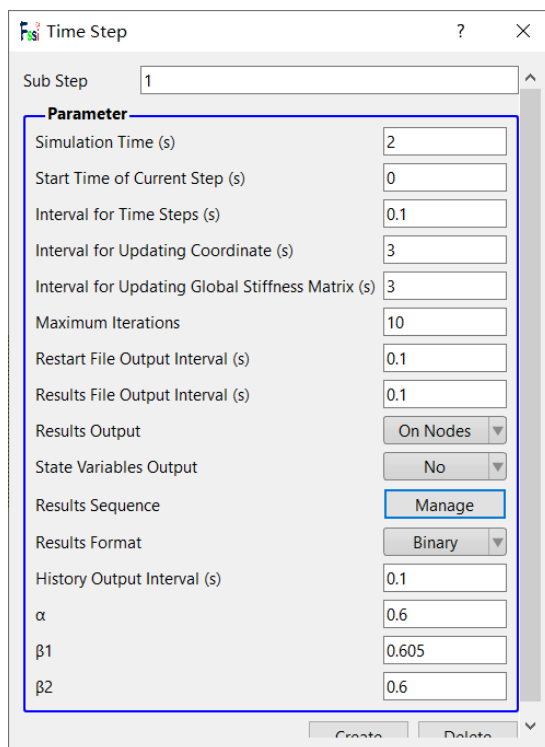

图 7-20 时间步相关参数设置界面
0.1 s 输出一次结果文件；Results Output 为选择输出节点上或高斯点上的结果；State Variables Output 为选择是否输出状态变量；Results Sequence 为选择设置计算结果序列，可选择是否计算保存位移、应力、应变、加速度等结果；Results Format 为计算结果文件形式，可选择保存为二进制文件或 ASCII 文件；History Output Interval (s)为输出特定的节点或单元上的应力、应变等结果文件的时间间隔，设置为每 0.1 s 输出一次。 $\alpha$ ， $\beta_1$ ， $\beta_2$  为时间系数，保持默认值即可，时间步 step1 的具体设置如图 7-20 所示，完成设置后分别点击 Create。